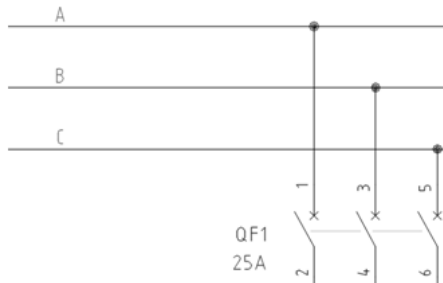

Рисунок 4.5 - Вставка номерів проводів для 3-фазної ланцюга
42. Натисніть кнопку **ОК**, а потім клавішу **Esc** (рис. 4.5).